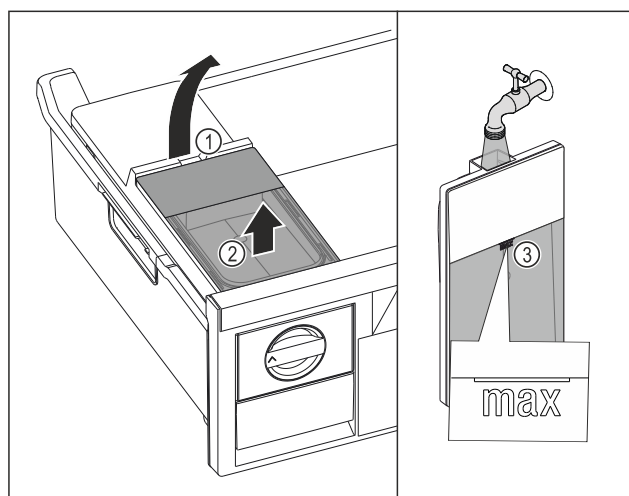

Fig. 166
- Wassertank an der Aussparung Fig. 166 (1) anheben.
- Wassertank nach oben entnehmen. Fig. 166 (2)
- Wassertank bis zur Markierung Fig. 166 (3) mit Trinkwasser befüllen.